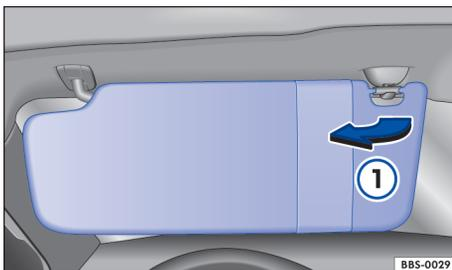

图 61 驾驶员侧遮阳板
- 从支架上拉出，转向车门，遮挡自车窗射入的阳光 → 图 61 ①。